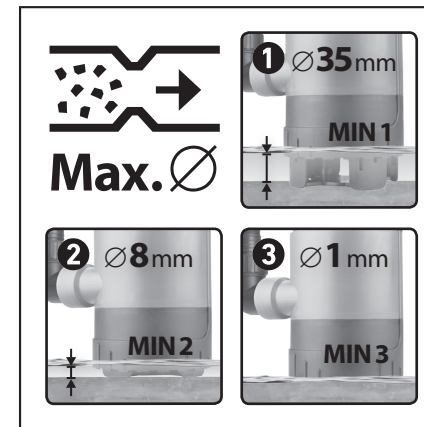
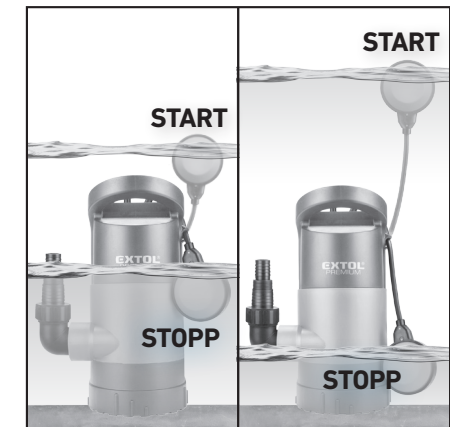

Abb. 2
Abb. 3
- Die elektrische Tauchpumpe Extol® Premium 8895013 mit ausfahrbarer Ansaugbasis ist zum Abpumpen von reinem und verunreinigtem Wasser aus Gruben, Teichen, Bächen, Feuerwehrbecken u. ä. bestimmt. Dank der Möglichkeit des Einfahrens der Ansaugbasis ist die Pumpe geeignet zum Abpumpen des Wassers aus überschwemmten Bereichen bis auf einen sehr niedrigen Wasserstand (Abb. 2). Mit der ausfahrbaren Ansaugbasis kann man die Durchgängigkeit von Fremdkörpern von 1, 8 oder 35 mm einstellen, und es kann auch verunreinigtes Wasser abgepumpt werden (Abb. 2). Die einstellbare Kabellänge des Schwimmers ermöglicht es, abzugrenzen, bei welchem Pegel es zum Anlassen bzw. zum Abschalten der Pumpe kommt (Abb. 3). Pumpe für verunreinigtes Wasser für den Betrieb mit mittlerer Beanspruchung.
- Für die richtige Funktion des Schwimmerschalters darf die Entfernung zwischen Schwimmerschalter und Kabelhalter nicht zu klein sein. Das beschriebene Prinzip ist in Abb. 3 abgebildet.
- Der Betrieb vom Pumpenmotor wird automatisch durch die Position des Schwimmerschalters in Bezug auf die Höhe vom Wasserspiegel der gepumpten Flüssigkeit gesteuert, siehe Abb. 3.